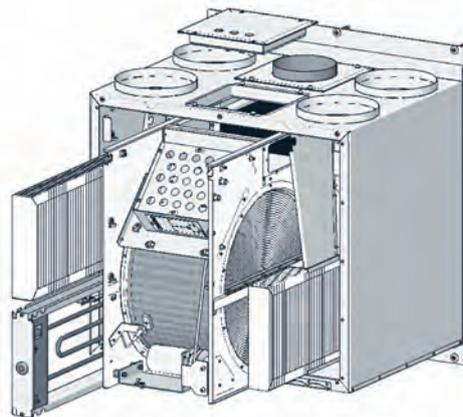

Bild 17
Es wird empfohlen, 3-4-mal pro Jahr eine Kontrolle des Lüftungsgerätes KOMFOVENT DOMEKT REGO 400VE(W) durchzuführen. Alle Komponenten im Inneren des Geräts sind zur Reinigung leicht zu entfernen. Vergessen Sie nicht die Kabel von elektrischen Komponenten zu trennen und lösen Sie die Schrauben der Elektronachheizung und des Rotationswärmetauschers. (Bild 17).